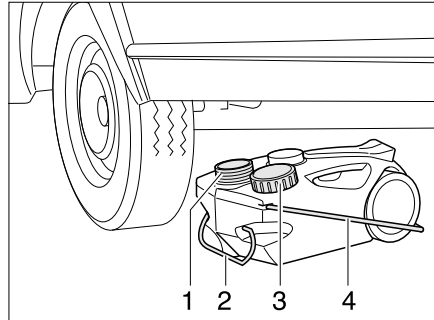

Fig. 140 Réservoir d'eaux usées, mobile
- Fermer l'ouverture du réservoir d'eaux usées (Fig. 140,1) à l'aide du couvercle (Fig. 140,3).
- Retirer le réservoir d'eaux usées par la poignée (Fig. 140,2).
- Rabattre la poignée de manutention (Fig. 140,4) vers le haut et placer le réservoir d'eaux usées.